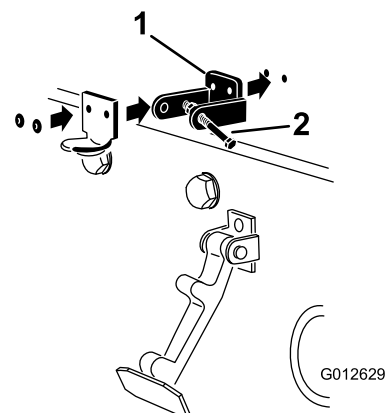

Figura 16
Nota: El cierre de seguridad debe estar en contacto directo con el capó (Figura 16). No retire el conjunto de perno y tuerca del brazo del cierre de seguridad.
5. Remache el seguro de cierre, el cerradero y las arandelas al capó (Figura 16).